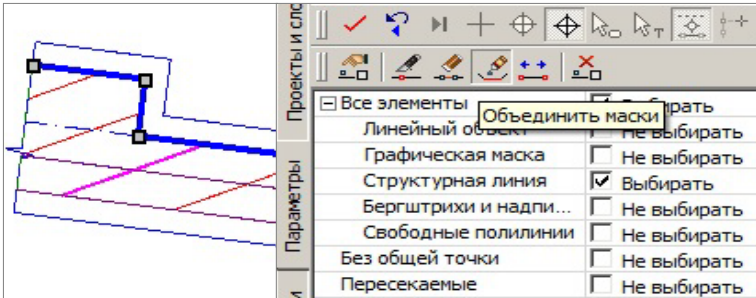

Рис. 6.24
12. Объедините СЛ по правой кромке и СЛ по границе площадки – нажмите кнопку **Объединить маски** ( рис. 6.24).
13. Нажмите кнопку **Параметры**. Остаётся выбранной после объединения СЛ по правой кромке, зададим параметры для неё (рис. 6.24).